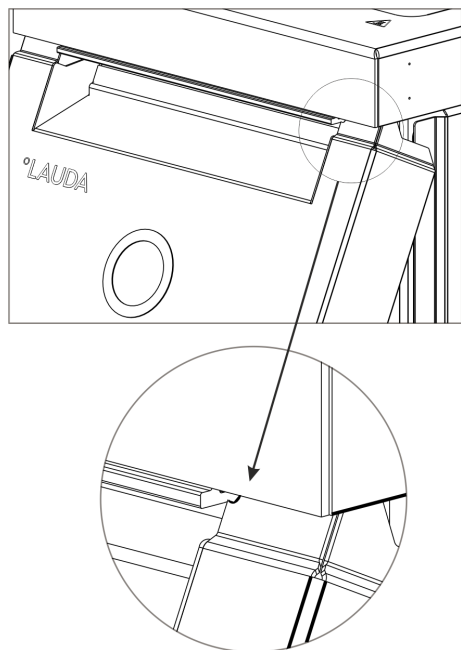

Fig. 79: Radios en el panel frontal
2. Deslice el panel frontal hacia arriba solo hasta que los radios todavía se vean Fig. 79.